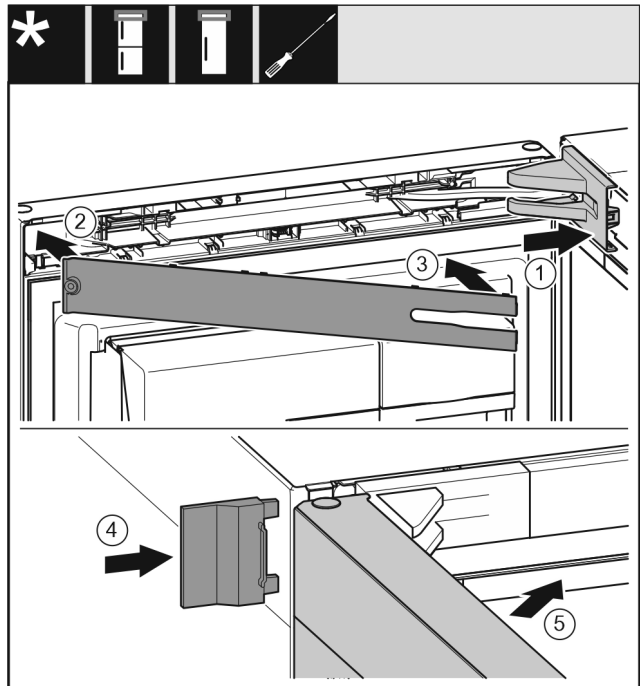

Fig. 31
- ▶ Założyć osłonę płytki zawiasu Fig. 31 (1) i zazębnić, ew. ostrożnie odsunąć.
- ▶ Założyć zaślepkę Fig. 31 (2).
- ▶ Zaślepka Fig. 31 (3)
- ▶ Wsunąć zewnętrzną osłonę Fig. 31 (4).
- ▶ Zamknąć górne drzwi Fig. 31 (5).